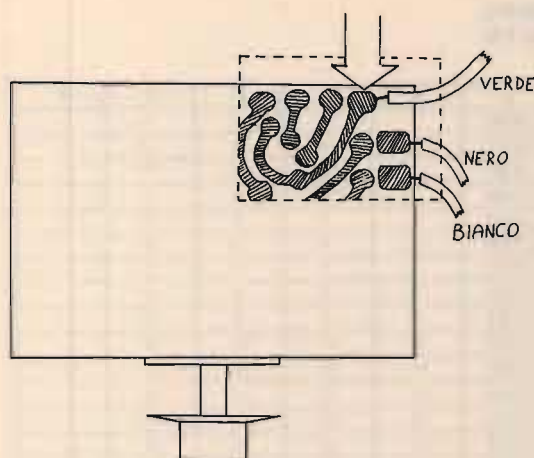

figura 2
3) Dissaldare il filo suddetto e saldarlo in un punto del circuito stampato che presenti sempre, qualunque sia il canale, la tensione di alimentazione che è di 6,3 V nel mio baracchino (vedi figura 2: la freccia indica dove va saldato il filo verde).